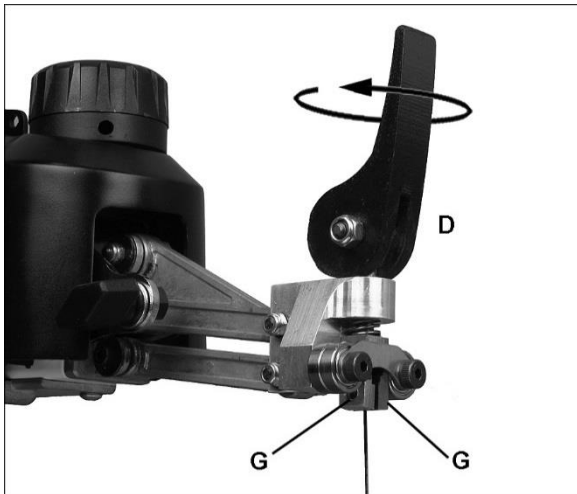

Fig 16
-La tension de la lame peut être augmentée en tournant la poignée (D, Fig 16) d'un tour dans le sens horaire.
Contrôlez tout d'abord que les vis régulatrices (G, Fig 16) font saillie de manière régulière dans la zone de blocage. Réglez si nécessaire.